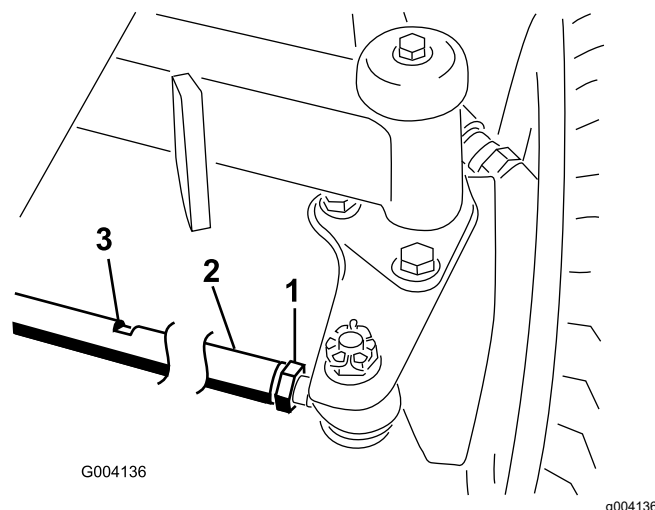

Figura 140
1. Afloje las contratuercas de ambos extremos del tirante (Figura 140).